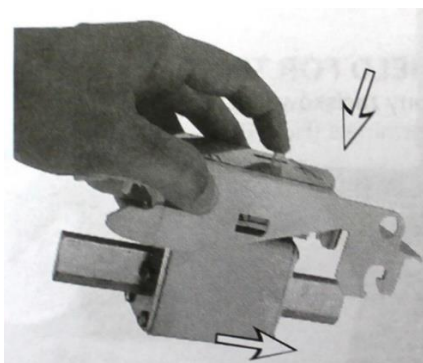
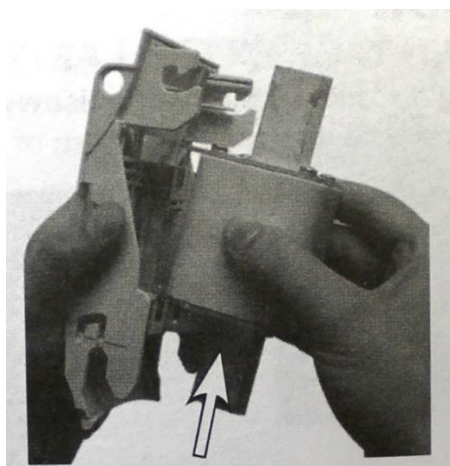

Рис.5 Розфиксирование предохранителя.
Рис.6 Извлечение предохранителя с посадочного места.
3. Чтобы вытянуть предохранитель с посадочного места нажмите на кнопку расфиксации предохранителя Рис.5. Извлеките предохранитель рис.6.